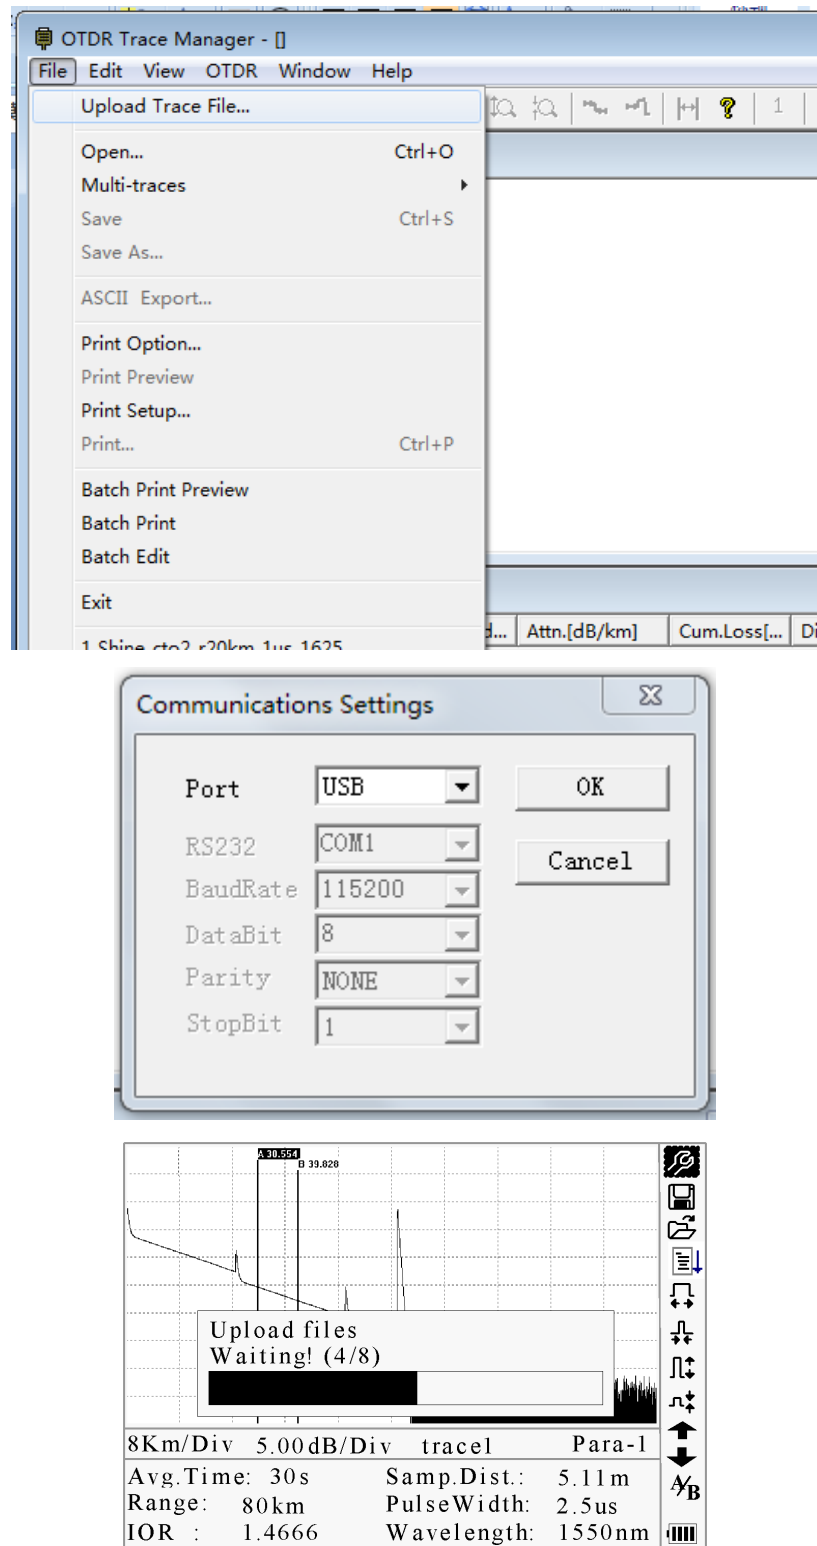

Figura 4-7. Cargar las trazas guardadas
4. Encienda el OTDR y cargue los datos con el software. Todo el proceso es como en la Figura 4-7.